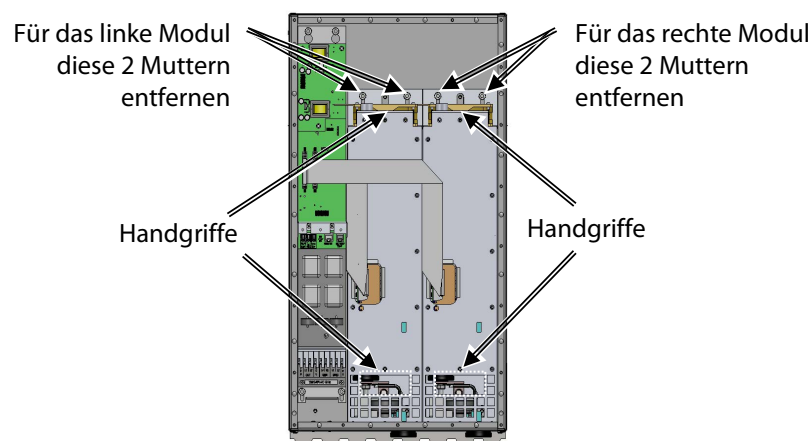

Abbildung 7 Muttern und Handgriffe des Leistungsmoduls
6. Entfernen Sie die beiden oberen Muttern über dem Ventilator mit der Ratsche mit 10 mm Nuss. Siehe Abbildung 7.